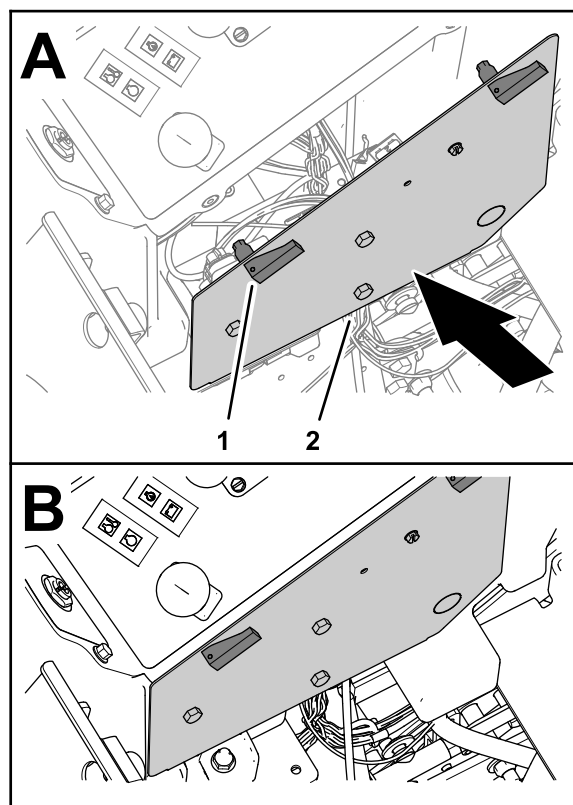

Figure 14
1. Alignez les verrous du couvercle du panneau de commande et les trous dans le panneau de commande (Figure 14).
2. Fixez le couvercle en place avec les verrous (Figure 14).